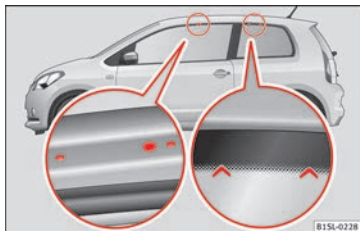

Fig. 141 Points de fixation des supports standards et de la galerie porte-bagages du toit sur les véhicules à deux portes.
» fig. 141 (agrandissement gauche). Les orifices et les marques sont uniquement visibles lorsque la porte est ouverte. Les marques des points de fixation des supports de base arrière se trouvent dans la partie supérieure des glaces » fig. 141 (agrandissement droit).
- Le support standard doit être fixé uniquement aux points indiqués sur l'illustration » fig. 141.